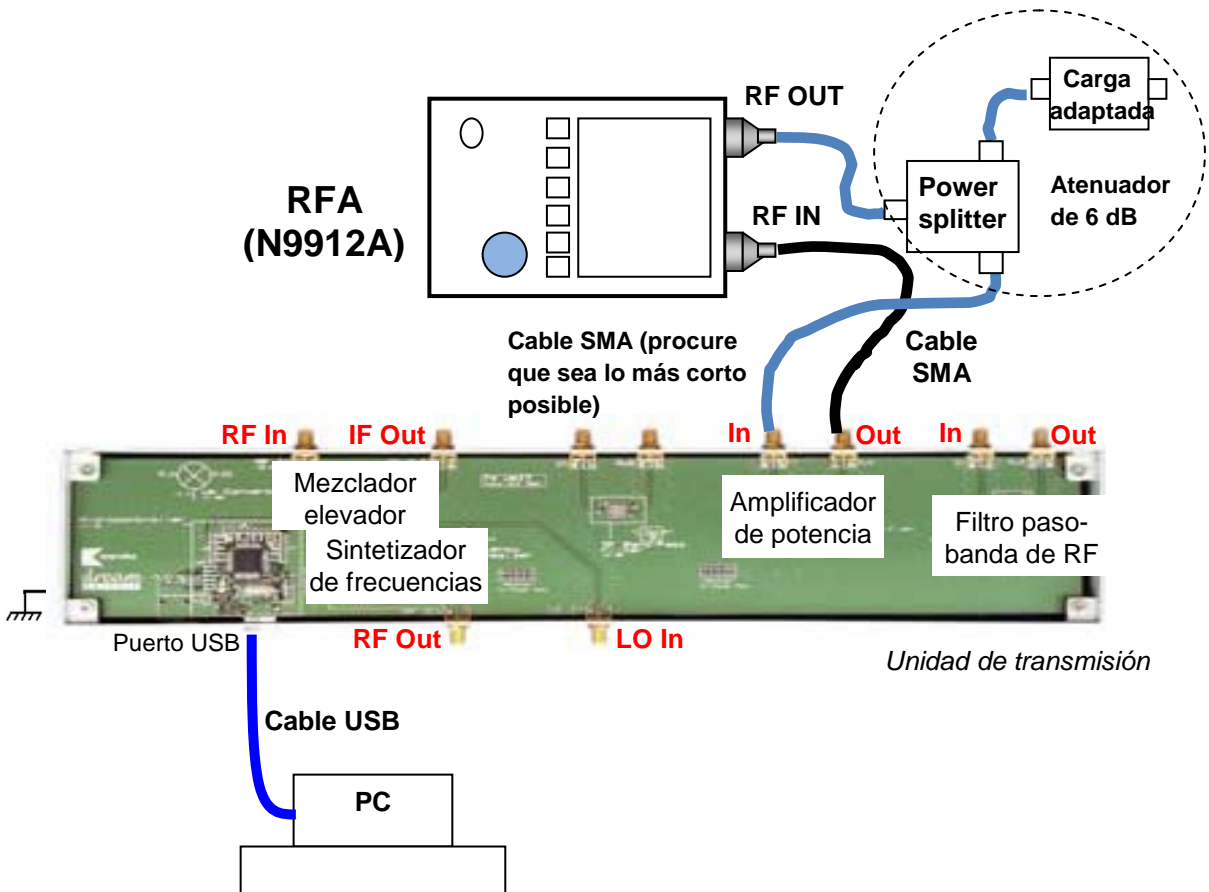

Figura 2 – Adición de un atenuador para reducir la potencia de entrada al PA y así, medir la compresión de la ganancia usando el RFA (N9912A)
4. Finalmente, nos gustaría conocer la ganancia de potencia del PA a 868 MHz con un nivel de potencia de entrada medio. Para conseguir esta potencia, conectaremos un atenuador de 6 dB entre el puerto RF OUT del N9912A y el puerto de entrada del PA como muestra la Figura 2. Podemos improvisar un atenuador de 6 dB usando la PCB bifurcadora de potencia (power splitter) y la PCB con carga adaptada que se nos proporcionan en este kit de aprendizaje.